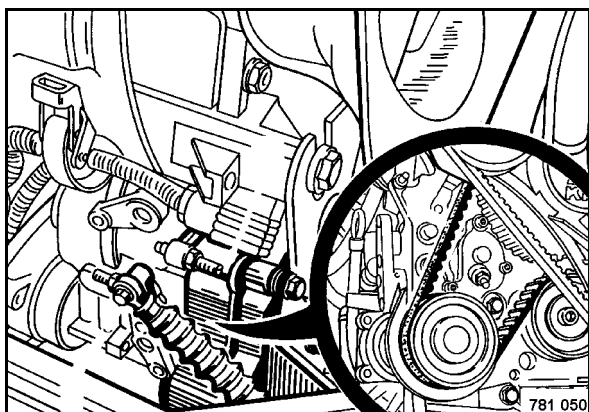

Fig. 190
- Far sostituire la cinghia dentata (Fig. 190) da un'officina specializzata.